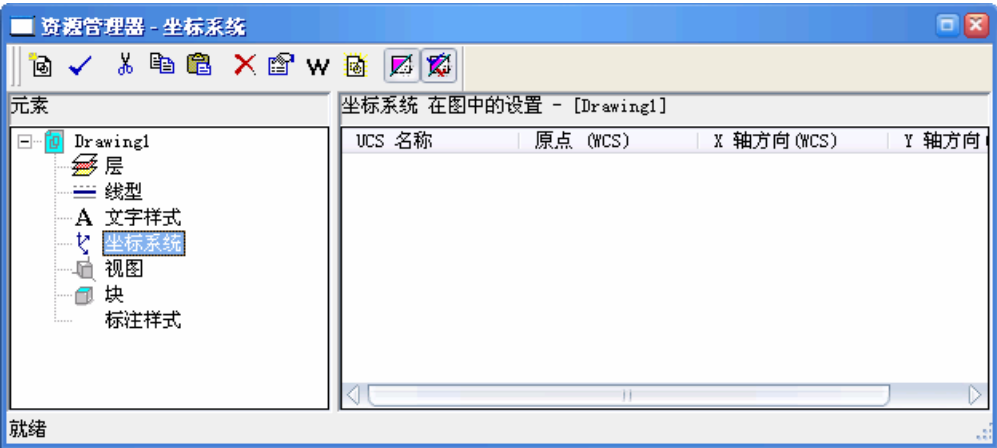

图 14-9 坐标系对话框
**提示：**执行 Dducsp，出现用户坐标系统（UCS）对话框，点选“UCS 管理”按钮后出现如图 14-9 所示的资源管理器--坐标系统对话框。